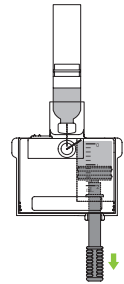

Abbildung 58
3. Mit der aufgesetzten Insulinampulle, die nach oben weist, ziehen sie die Füllhilfe langsam zurück und führen Sie so das Insulin in das Reservoir über, wie in Abbildung 58 dargestellt.